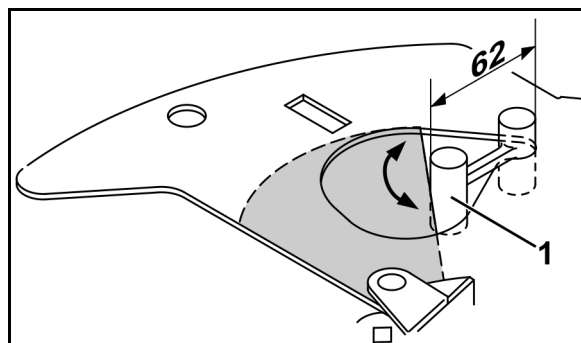

Fig. 8
2. Stikk innstillingslærens (Fig. 8/1) ene ende inn i tuppen på gjennomløpsåpningen.